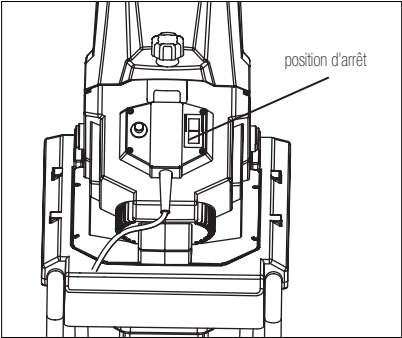

Fig. 6
3. Pour arrêter la déchiqueteuse, appuyez sur le bouton Marche/Arrêt pour le mettre en position d'arrêt (fig. 6).